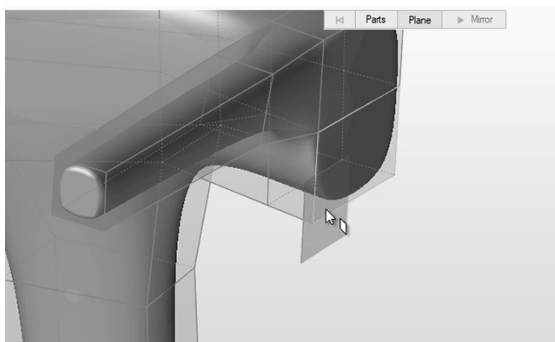

图 15-30
2) 选中图 15-30 所示的面作为镜像平面，将光标悬停在该面上，然后将鼠标移动至一个捕捉点，以确保选中正确的平面。